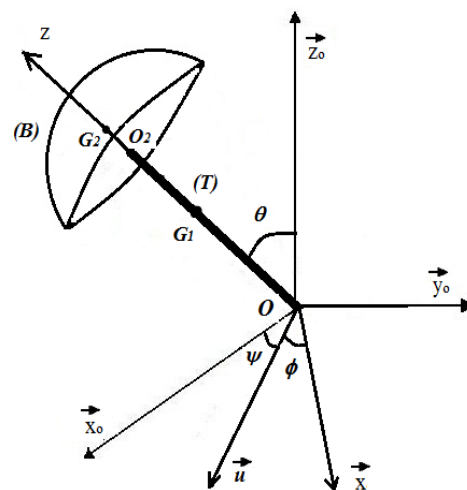

Fig.2
- 3) Un solide (S) constitué par une demi boule de rayon a et de centre de base O_2 solidaire à une tige OO_2 (fig.2). Le solide est mobile autour du point O.